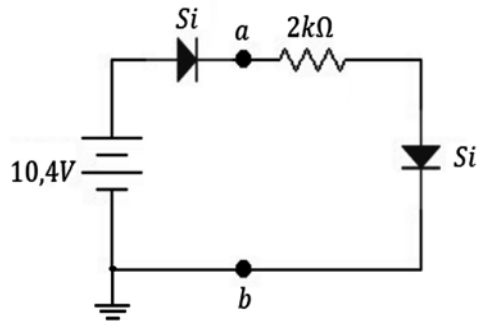

Figura 2.52 Circuito DC con diodos. Fuente: Elaboración propia
o) En el circuito de la figura 2.52, se pide hallar el voltaje entre a, b .